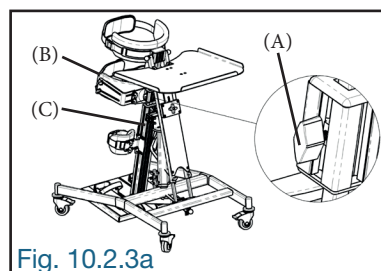

Fig. 10.2.3a
Dévisser légèrement le bouton de blocage (A) de chaque côté du bloc de la butée des hanches (B), ajuster en hauteur la butée des hanches (B) sur le châssis (C) et resserrer fermement les boutons de blocage (A) (Fig. 10.2.3a).